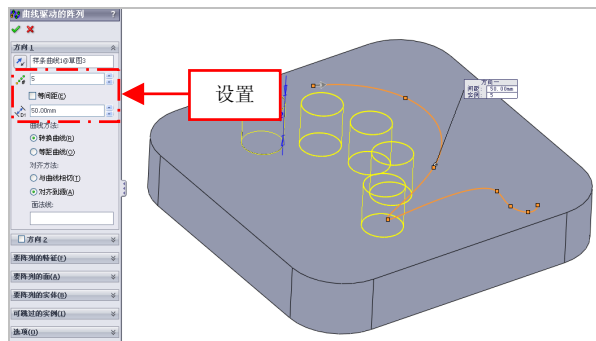

图 6-76 设置参数值
(4) 选择【凸台-拉伸3】特征为阵列特征，设置【实例数】为5、【间距】为50，如图6-76所示。